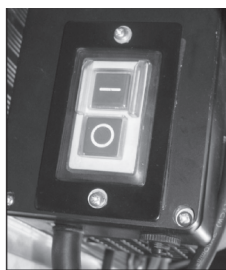

Рисунок 8. Схема панелі клавiш «Увiмк/Вимк» рiзальної головки.
5.1.3 Увімкнення та вимкнення виробу (Рис. 8).